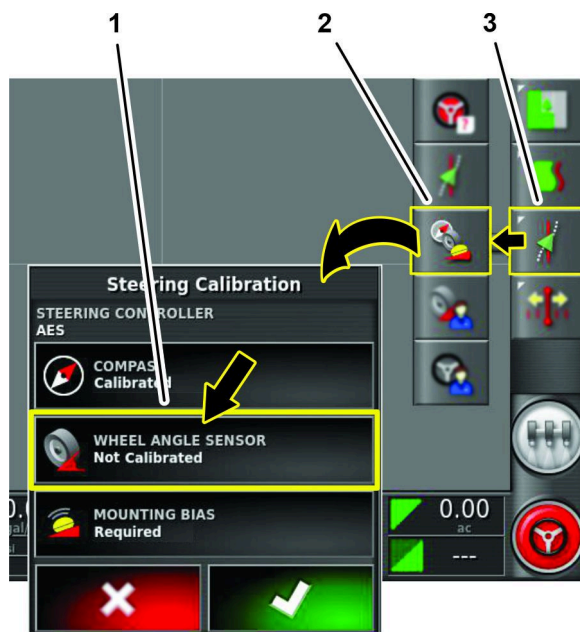

Figura 161
- Pulse el icono OPCIONES DE DIRECCIÓN (Figura 161).
- Pulse el icono CALIBRACIÓN DE AUTOSTEER (Figura 161).
- Pulse el icono SENSOR DEL ÁNGULO DE LAS RUEDAS (Figura 161).